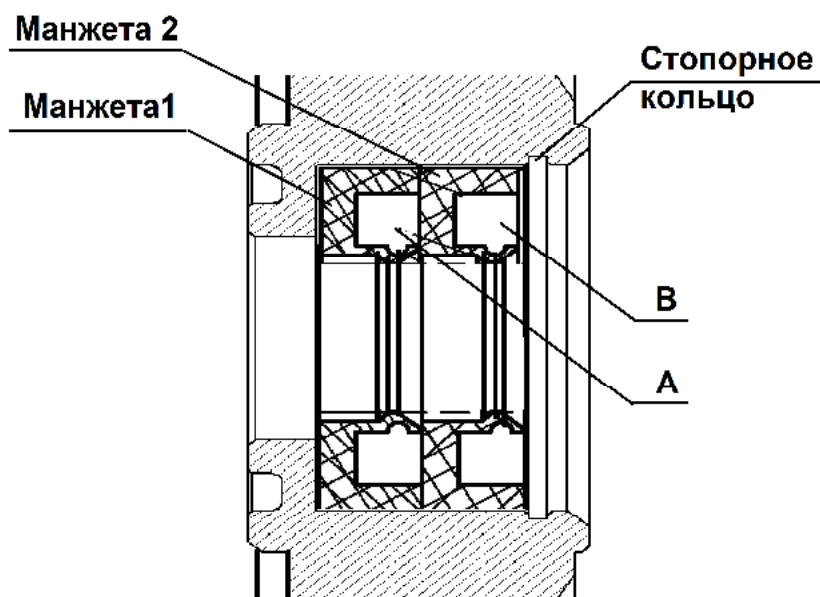

Рис. 18. Схема установки манжет.
- снять кольцо стопорное и снять 2 манжеты (см. рис.18);